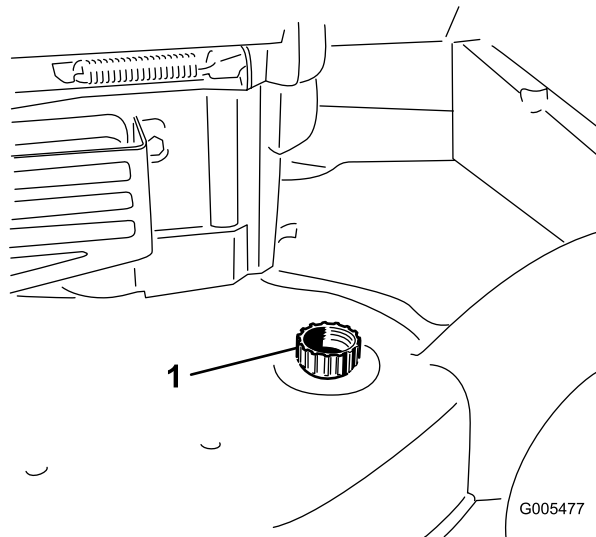

Figura 46
3. Introduzca una manguera de jardín conectada a un grifo en el orificio de lavado de la carcasa del cortacésped (Figura 46).